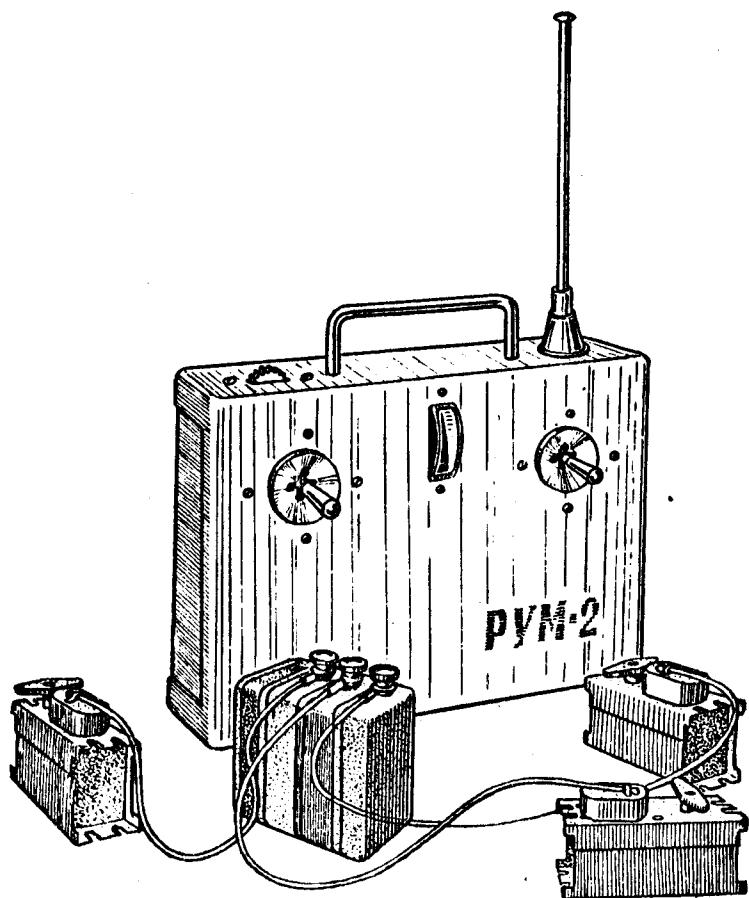

Рис. 1
5.1. Состыковать приемник с селекторами. К селекторам подключить машинки рулевые (рис.1).